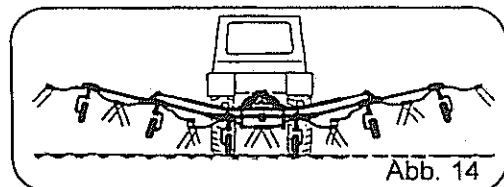

Abb. 14
4. Maschine mittels hydr. Druck in Arbeitsstellung schwenken (Abb. 14). Nicht im Schwenkbereich des Gerätes aufhalten (siehe Warnbildzeichen Seite 25, Pos. L).